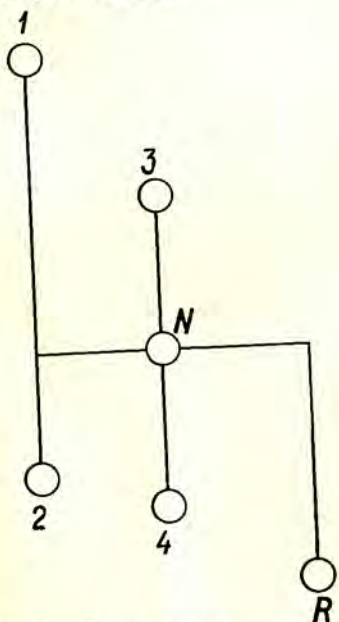

Abb. 4. Schalthebelschema für das Wechselgetriebe
- 18 - Gangschaltungshebel (s. Abb. 4);